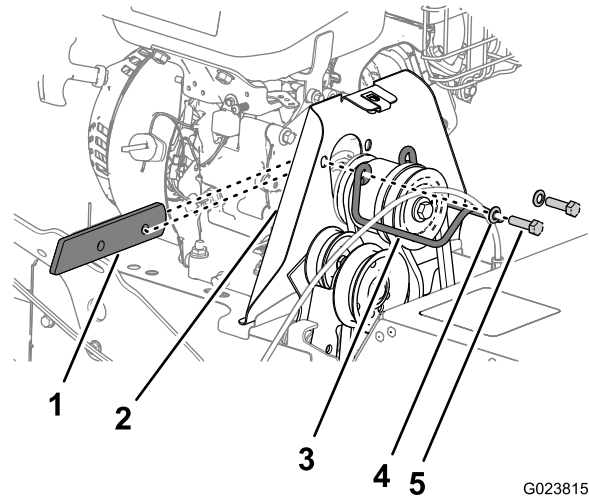

Figura 39
- Retire los 2 pernos y las 2 arandelas que sujetan la guía de las correas a la máquina, y retire la guía de las correas y el espaciador (Figura 39).
4. Alinee el espaciador entre el motor y el protector de las poleas y alinee los taladros del espaciador, el motor y el protector (Figura 39).
5. Sujete la guía de las poleas a la máquina con los pernos y las arandelas (Figura 39) que retiró en el paso 2 de Retirada de la correa de transmisión del cepillo (página 26).